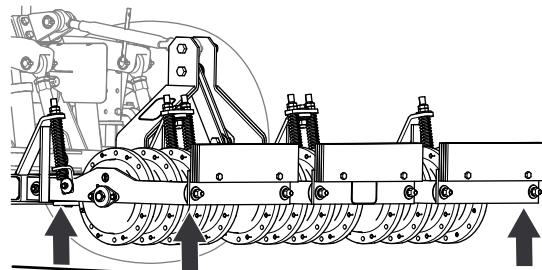

**Figura 18**
6. Montate l'altra estremità dell'attacco a 3 punti superiore sui bracci di sollevamento dell'arieggiatore (**Figura 18**) con il bullone ( $\frac{3}{4}$ " x 4"), il dado ( $\frac{3}{4}$ ") e il controdado ( $\frac{3}{4}$ ").